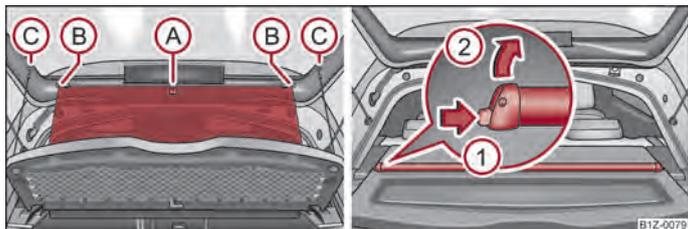

Fig. 36 Desenrolar / desmontar a cortina deslizante
- Puxe a persiana de protecção contra os raios solares no laço (A) para fora e pendure-a no suporte (B) ⇒ Fig. 36.